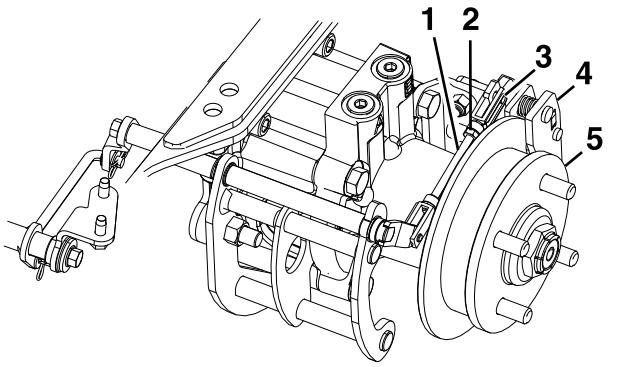

Figura 75
8. Retire el pasador de muelle del acoplamiento trasero y la pinza (Figura 75).
12. Apriete la contratuerca del acoplamiento trasero (Figura 75).